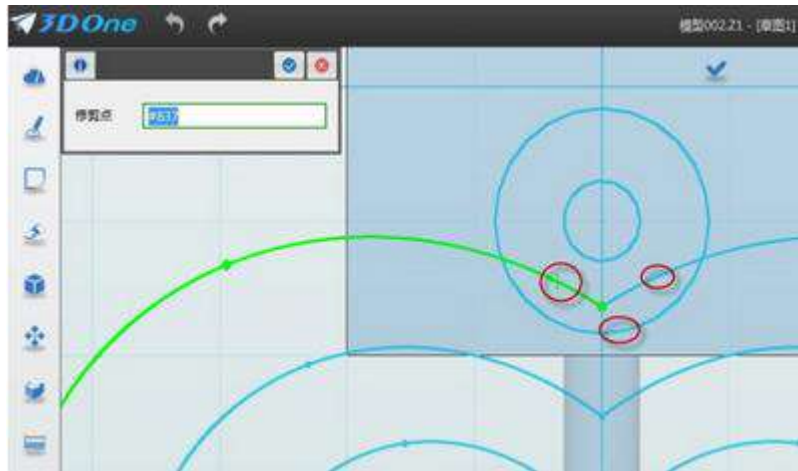

图 1-8
Step 8 点击“草图编辑”，选择“单击修剪”功能，修剪编辑图形。单击图示点，如下图 1-8 所示：